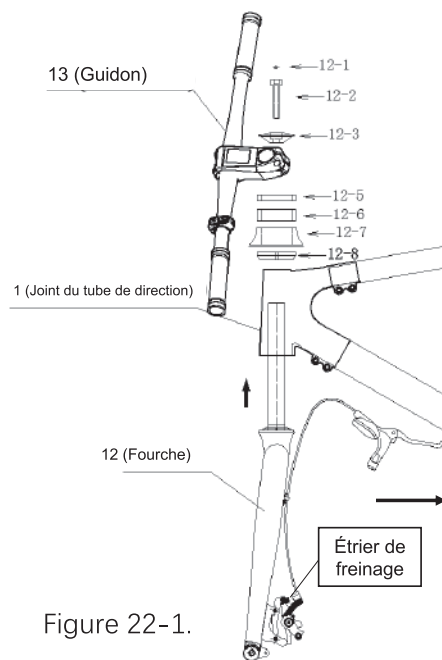

Figure 22-1.
f. Comme indiqué à la Figure 22-1, remettez les pièces sur le guidon à tour de rôle.